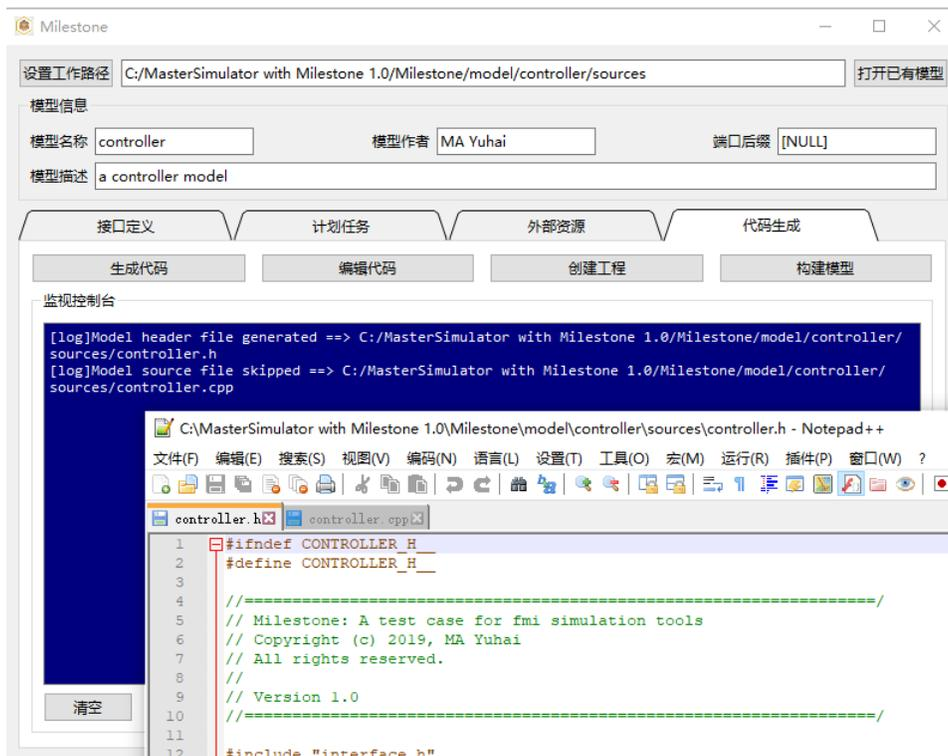

图 4.9: 编辑代码
- 点击“编辑代码”，将使用配置中选择的编辑器打开已经生成的模型头文件和源文件，如图 4.9。